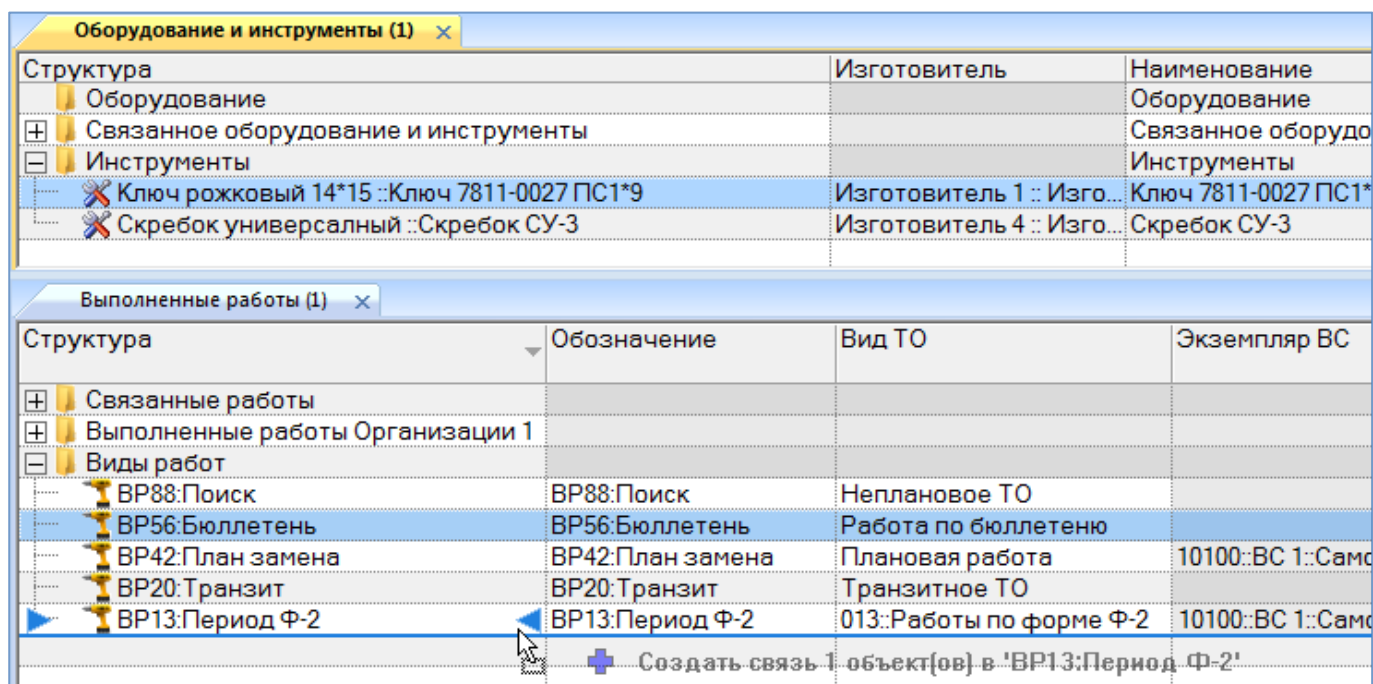

Рис. 13-482 – Переместить инструмент на работу
- 5) В открывшемся диалоговом окне нажать «Да» для подтверждения действия (рис. 13-482).